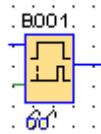

Figura 34. Visualizar temporización online.
44. Para ver la temporización del timer o la cuenta del contador ubique el cursor del mouse sobre el bloque, aparecerán unos lentes como se muestra en la Figura 34, de clic sobre ellos y ya podrá ver el tiempo o el conteo.